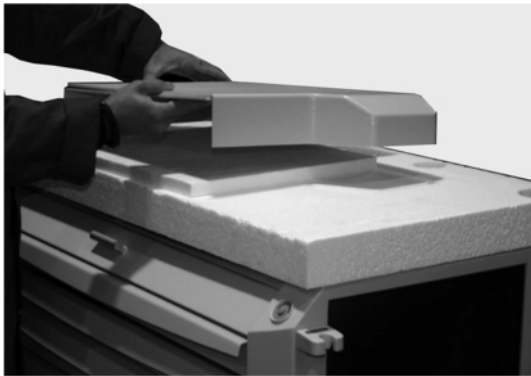

Fig.39
1. Retirar las carcasas plásticas **M15** de la parte superior (Fig. 39).